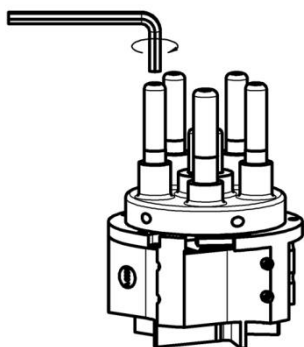

Abb. 69: Kontaktstift lösen
1. Kontaktstift mit Innensechskantschlüssel aus der Halterung lösen und entfernen (Abb. 69).